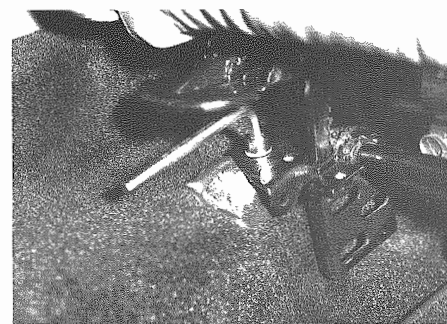

Fig. 3 - Viti di fissaggio posteriore
- Allentare ed estrarre le viti di fissaggio posteriori. Servirsi di una chiave a testa esagonale interna (**Fig. 3**).
- Loosen and take out rear fixing screws. Use an Allen wrench (**Fig. 3**).